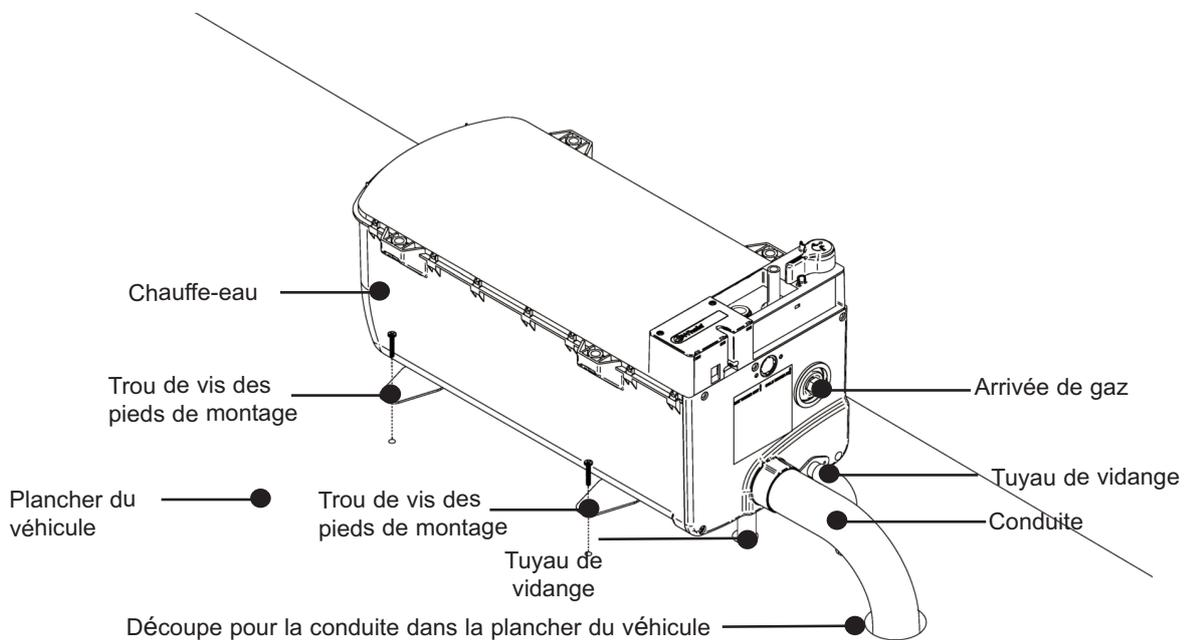

Fig. 28 Fixation du chauffe-eau sur le plancher
- ii. Rattachez le chauffe-eau au plancher du véhicule. Les vis **doivent** traverser les pieds de montage, comme indiqué à la Fig. 28.